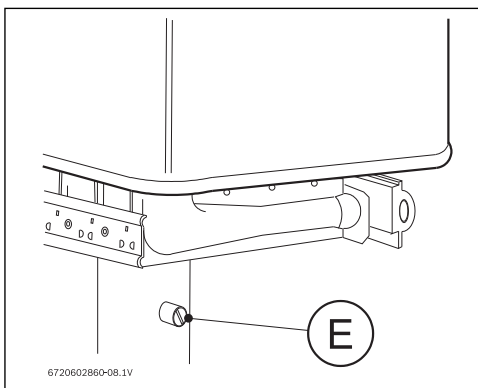

Bild 12
- Kappe über der Einstellschraube **E** entfernen (→ Bild 12).